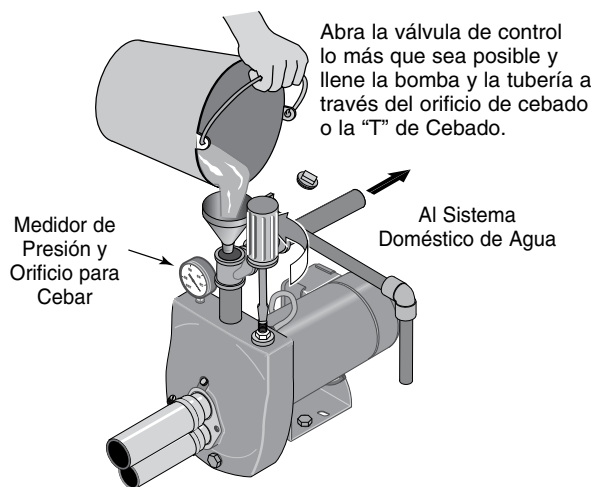

Figura 12: Llenado de la Bomba
Paso 1. Abra la válvula de control lo más que sea posible (vea la Figura 12). Después retire el tapón de cebado de la bomba y llénela, llenando toda la tubería entre la bomba y el pozo; asegúrese de que toda la tubería en el pozo esté llena. Si también instaló una "T" de cebado en la tubería de succión, retire el tapón de la "T" y llene la tubería de succión.